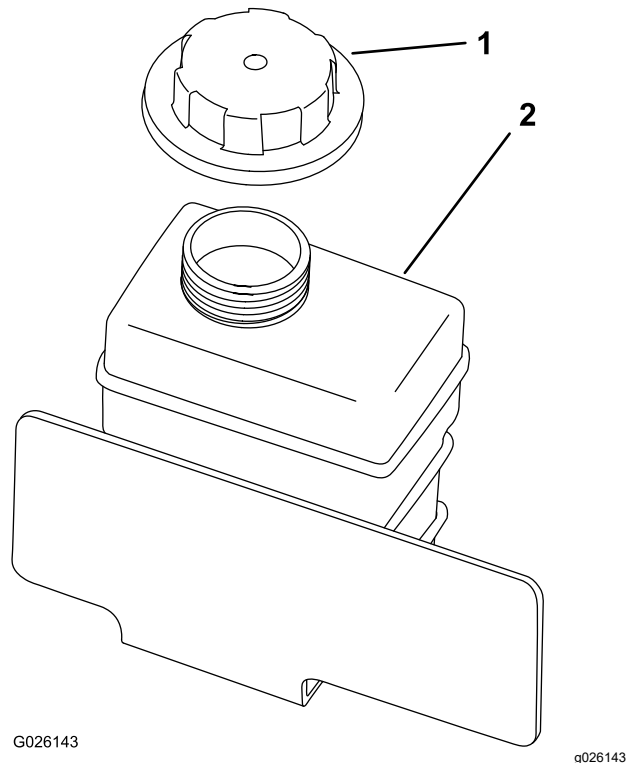

Figura 63
4. Retire el tapón del depósito auxiliar (Figura 63).